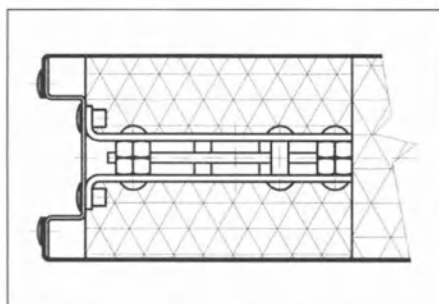

Рис. 9 М - замок с крючком
- M - замок с крючком (рис. 9)